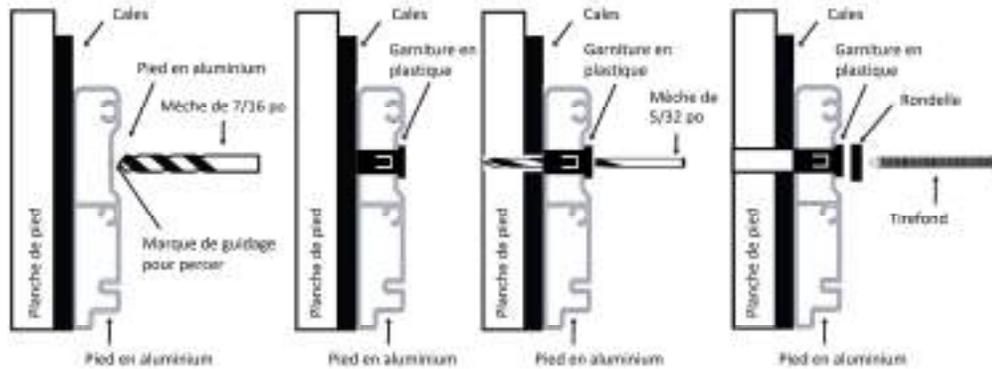

**FIGURE 16 : INSTALLATION DE CALES AU NIVEAU DU CADRE LATÉRAL**
N. Installateurs #1 et #2 : Placez des cales par le bas et par le haut (consultez la **Figure 16**) au deux trous pré-perçés à la position 1 indiquée à la **Figure 17**. Les cales doivent offrir un support uniforme afin d'éviter que le cadre en aluminium ne se torde ou ne se curve. Percez des avant-trous de 5/32 po de diamètre et de 3 po de profondeur dans la solive du plafond à travers les garnitures à la position 1. Installez les deux tirefonds pour fixer les cadres latéraux de l'échelle de grenier.